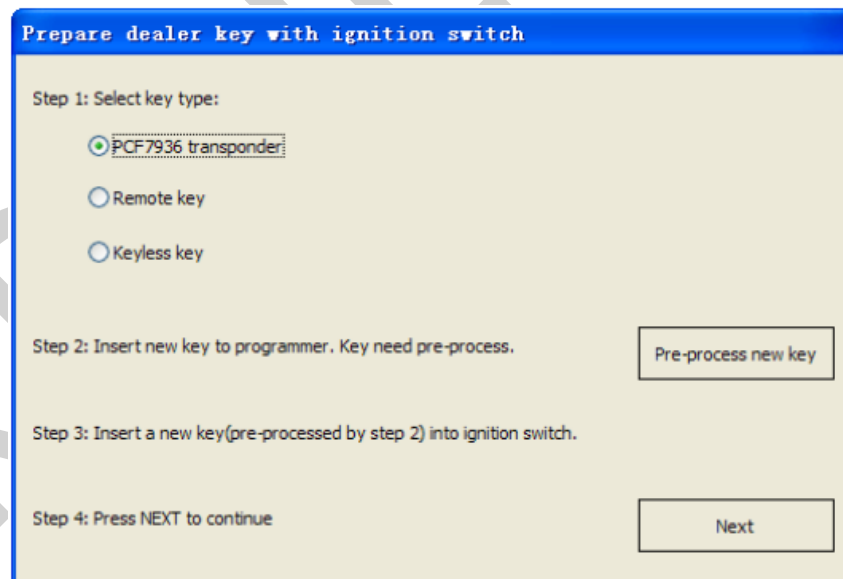

IMAGEN 5.8
- Bajo la función “Prepare Dealer Key with ignition switch” obtendrá una ventana como la de la **(IMAGEN 5.8)**: Aquí es necesario pre-procesar la llave nueva. Solo siga del paso 1 al 4. Atención: Debe insertar la llave nueva en el switch de ignición antes de presionar NEXT.